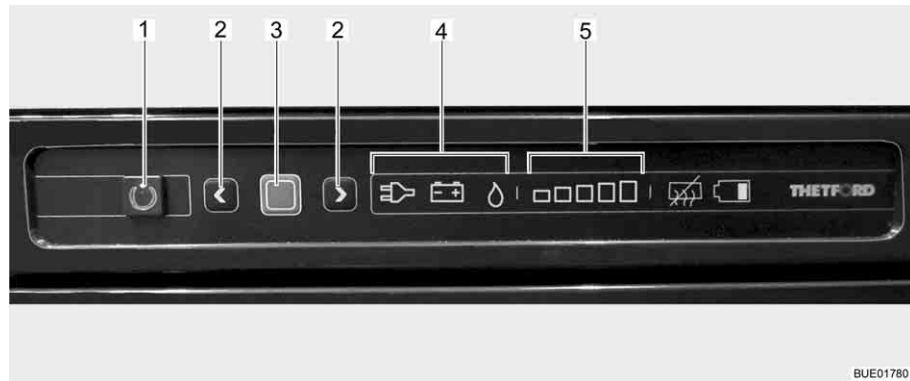

Bild 178 Reglage, knappar för kylskåpet
Det aktuella driftläget visas med en tänd symbol (Bild 178,4) på kontrollenheten.
När kylskåpet slås på väljs automatiskt den senast valda termostatinställningen. Denna inställning kan ändras manuellt med pilknapparna (Bild 178,2). De lysande staplarna på kylnivåindikatorn (Bild 178,5) visar den valda termostatinställningen. Med hjälp av pilknapparna ställs kyltemperaturen in för alla tre energikällorna. Det tar alltid några timmar innan man har en normal drifttemperatur i kylskåpet. Om en omkoppling sker till ett andra driftläge förändras termostatinställningen inte. Kyltemperaturen bibehålls oberoende av den valda energikällan.
- Tryck på på/av-knappen (Bild 178,1) i en sekund. Knappen (Bild 178,1) lyser grönt. Efter ca 10 sekunder dimmas indikeringen automatiskt för att spara ström.
- Tryck på bekräftelseknappen (Bild 178,3). Den aktuella inställningen för driftläget visas.
- Om inte driftläget gas har ställts in: Ändra inställningen genom att trycka på bekräftelseknappen (Bild 178,3) i ca 2 sekunder.
- Välj driftläget gas med hjälp av pilknapparna (Bild 178,2). Nu är gastillförseln öppen. Tändning sker automatiskt. Ett tickande ljud hörs tills tändningsproceduren är klar.
- Tryck ned bekräftelseknappen (Bild 178,3) i cirka 2 sekunder.
- Tryck på bekräftelseknappen (Bild 178,3) igen. Kylningsnivån indikeras med de lysande staplarna (Bild 178,5).
- Ändra inställningen genom att trycka på pilknapparna (Bild 178,2) tills önskad inställning visas.
- Tryck på på/av-knappen (Bild 178,1) i cirka 2 sekunder. Alla lampor slocknar. Kylskåpet är avstängt.
- Om inte gasdriftläget 230 V-drift är inställt: Ändra inställningen genom att trycka på bekräftelseknappen (Bild 178,3) i ca 2 sekunder.
- Med pilknapparna (Bild 178,2) väljer du 230 V-drift.
- Om inte gasdriftläget 12 V-drift är inställt: Ändra inställningen genom att trycka på bekräftelseknappen (Bild 178,3) i ca 2 sekunder.
- Med pilknapparna (Bild 178,2) väljer du 12 V-drift.